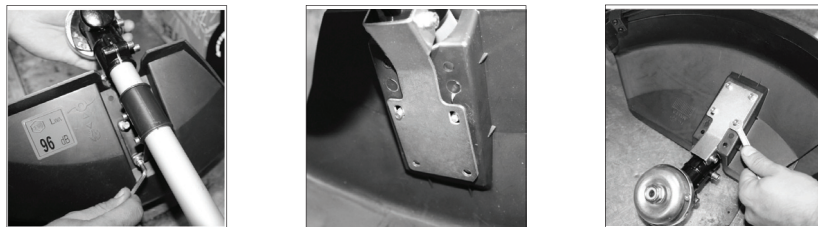

рис.6
- Расположите защитный кожух над штангой гибкого вала, как показано на рис. 6